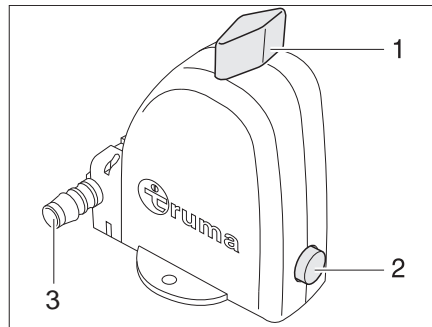

Bild 228 Sicherheits-/Ablassventil des Boilers - Stellung Betrieb
Der Boiler ist mit einem Sicherheits-/Ablassventil (Bild 228) ausgestattet. Das Sicherheits-/Ablassventil verhindert, dass das Wasser im Boiler einfriert, wenn bei Frost die Heizung nicht eingeschaltet ist.
- ▷ Der Entleerungsstutzen (Bild 228,3) des Sicherheits-/Ablassventils muss immer frei von Verschmutzungen (z. B. Laub, Eis) sein.
- Drehknopf (Bild 228,1) 90° längs zum Sicherheits-/Ablassventil drehen. Der Druckknopf (Bild 228,2) springt heraus. Der Boiler wird über den Entleerungsstutzen (Bild 228,3) des Sicherheits-/Ablassventils nach außen entleert.
- Drehknopf (Bild 228,1) 90° quer zum Sicherheits-/Ablassventil drehen.
- Druckknopf (Bild 228,2) eindrücken.